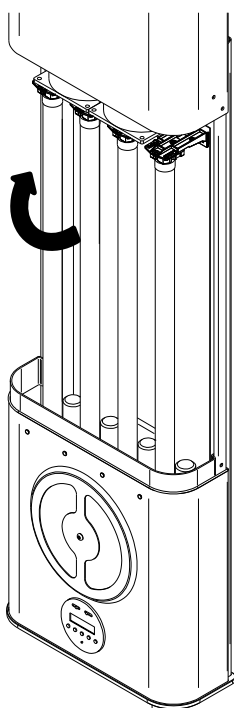

Fig.12
5. Ora è possibile sostituire le lampade, per procedere afferrare delicatamente la lampada e ruotarla di 90°, sino a sentire un doppio "CLIC", a questo punto sarà possibile estrarla. Ripetere l'operazione per tutte e 4 le lampade. (Fig. 12)